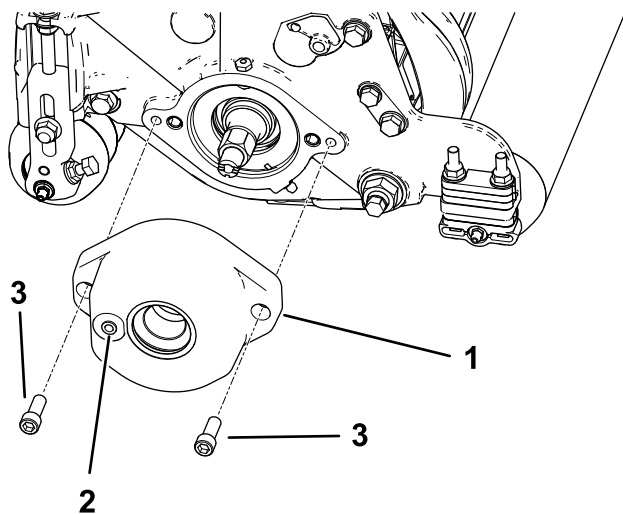

图 4
2. 仅限型号 03408 用 2 个六角螺栓 $\frac{5}{8} \times 1$ 英寸将滚筒刷架安装到滚刀轴承座上请参阅 图 4。